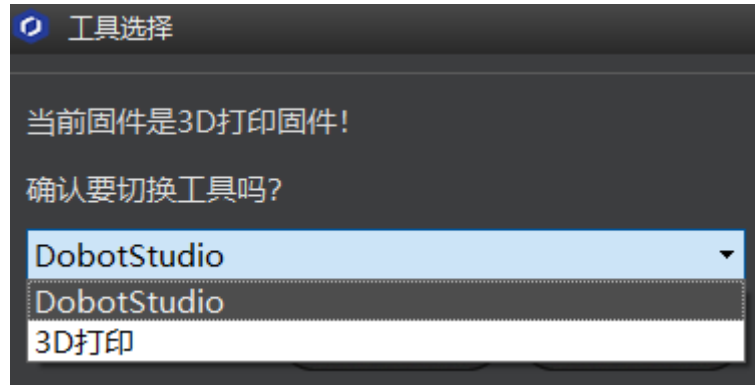

图 5.72 固件选择
1. 在连接DobotStudio时会弹出“工具选择”对话框，我们需在下拉框中选择“DobotStudio”重新烧录固件，如图 5.72所示，并单击“确认”。